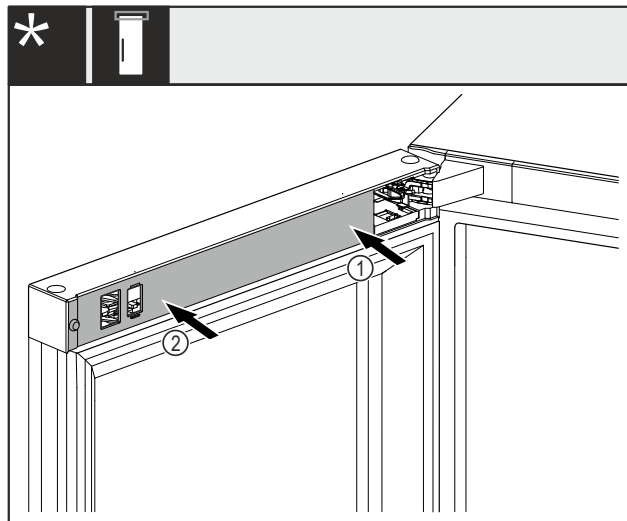

Fig. 48 *
- ▶ 将盖板 Fig. 48 (1)先放置到托架上并卡紧。*
- ▶ 将盖板 Fig. 48 (2)放置到外侧并卡紧。*